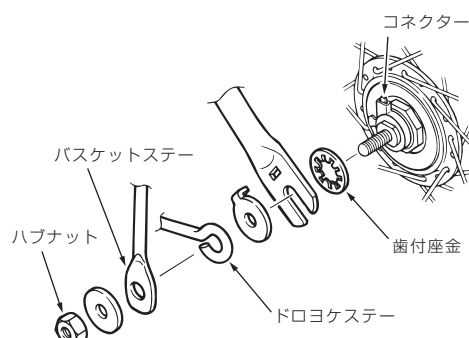

図2
- 前ホーク爪とハブダイナモの間に、必ず歯付座金を入れてください。(図2)
- ハブナットは、ねじの焼付きを防止するため、同封の専用ナットを必ず使用してください。(図2)